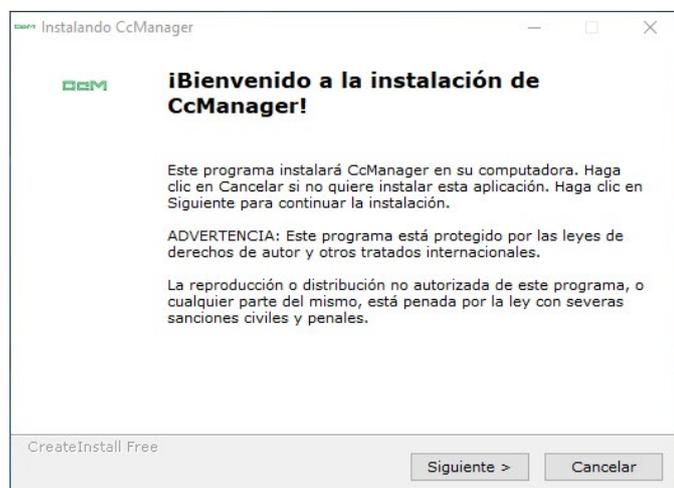

Figura 1. Windows – Proceso Instalación 1 de 4
- Pulse sobre “Siguiente” para comenzar la instalación (Figura 1).